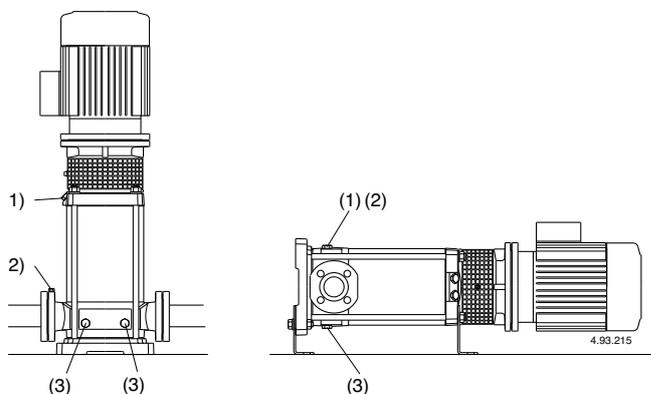

Fig.3 (1) Vullen ontluichtingsplug
klep te openen, vul de zuigleiding en de pomp door de vulopening (**fig. 3**).
Sluit de ontluuchtingvoor (fig. 3) voor MXV-B, MXV(L) 25-32-40 en MXV(L)4 25-32-40 Sluit de naaldschroef (14.07) in de aftapplug (14.12) (fig. 3b) en sluit de ontluuchting (14.04).
Of, na het legen, reinigen door schoon water (minimaal 40 liter) in het vulgat (1) te gieten aan de afvoerkant en het weer uit het afvoergat (3) aan de aspiratiekant (fig. 3) te laten lopen.
Voor iedere geval geldt: **als de pomp niet wordt gebruikt moet deze, als er een kans is op bevriezing, volledig worden afgetapt (fig. 3).**
Voorafgaand aan demontage, sluit de afsluiters in zuigen persleiding en tap het pomphuis af (fig. 3).